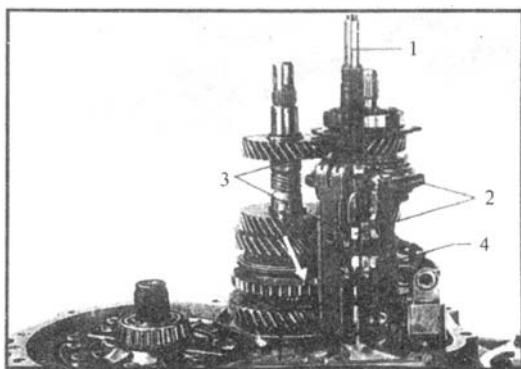

图 4-38 安装变速器 (七)
(7) 将拨叉总成安装在正确的位置, 如图 4-38 所示。